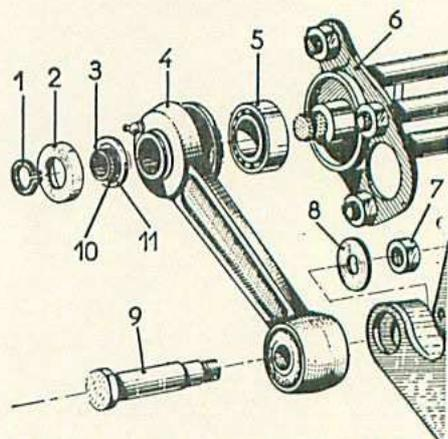

Fig. 62. — Détail de fixation du bras de suspension.
- Déposer le circlips (1) (fig. 62), le protecteur du manchon (2) et le manchon intermédiaire (3); le segment (10) et la rondelle entretoise (11) restent sur le manchon.